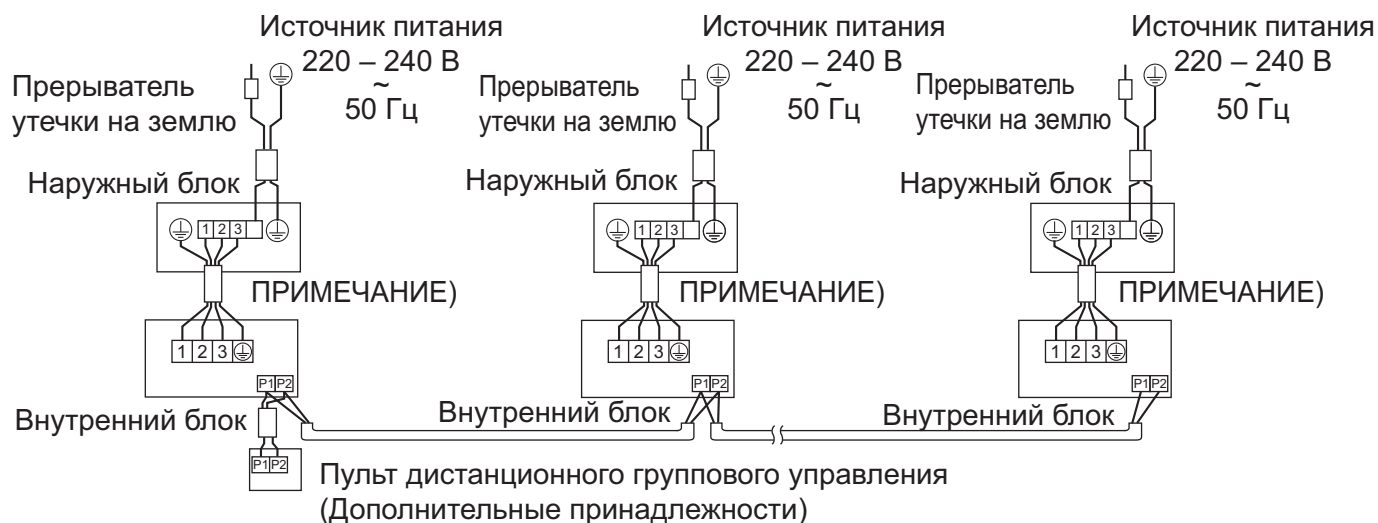

Рис. 42
(Все внутренние блоки функционируют по командам пульта дистанционного управления). (См. рис. 42)
(1) Снимите крышку блока управления.
(2) Подключите проводку моста между контактами (P1, P2) внутри блока управления для пульта дистанционного управления. (Полярность отсутствует.) (См. рис. 42 и таблицу 2.)